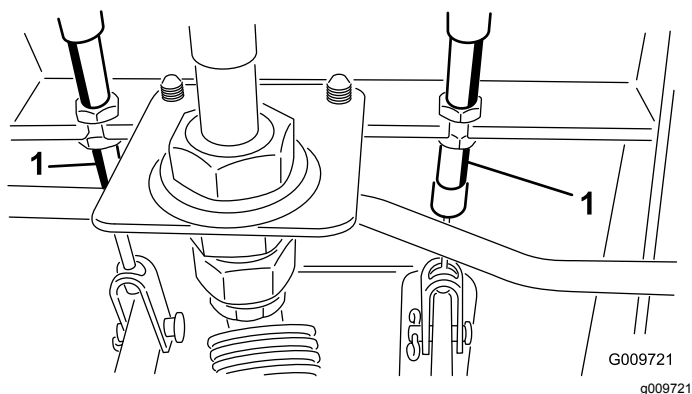

図 112
- A. ブレーキケーブル 図 112 の端にある前ナットをゆるめる。